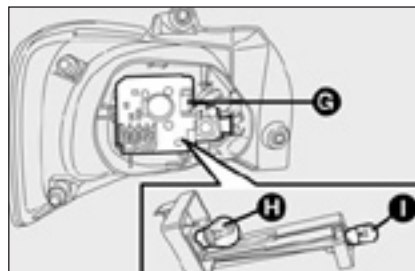

рис. 25
- нажмите на пластинку держателя лампы **G-рис. 25** и извлеките ее;
Лампы в корпусе расположены следующим образом (рис. 25):